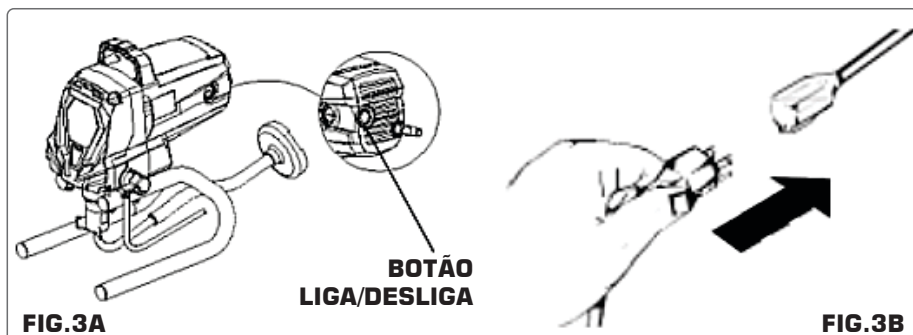

FIG.3A
Verifique se o Botão LIGA/DESLIGA está na posição DESLIGADO (0) (Fig. 3A). Conecte o cabo de energia em uma tomada aterrada ou em um cabo de extensão aterrado. Em seguida, plugue o cabo de extensão na tomada (Fig. 3B).